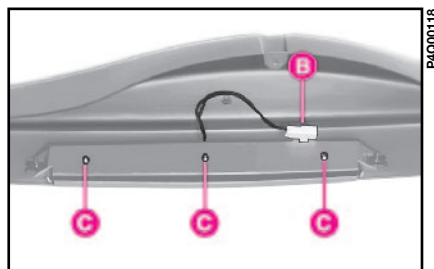

fig. 32
2) débrancher la connexion **B-fig. 32** et dévisser les 3 vis **C** de fixation du groupe optique;